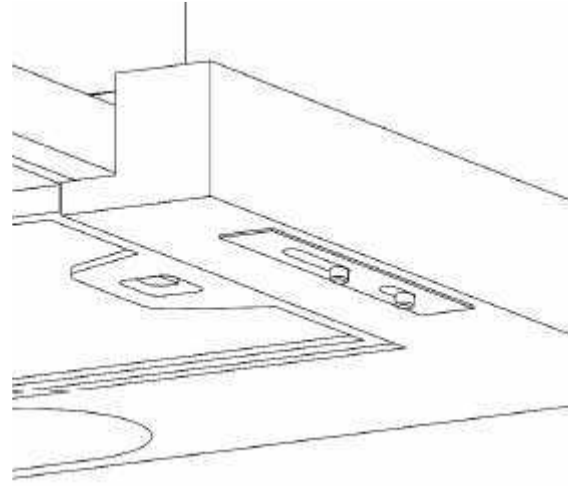

Abb. 5
Die Dunstabzugshaube Ara ist mit einer Schieberegler-Schaltung ausgestattet (Abb. 5)
- Schieben Sie den 1. Regler auf 1-3 um die drei Leistungsstufen rauf zu schalten (Abb. 5).
- Wenn Sie den Regler auf 0 schieben schalten Sie die gewählte Leistungsstufe wieder aus (Abb. 5).